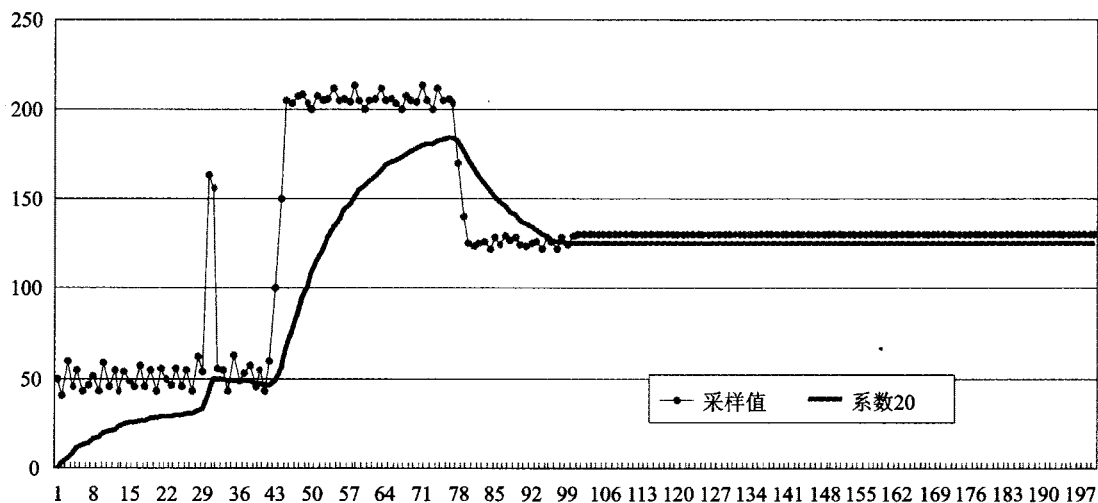
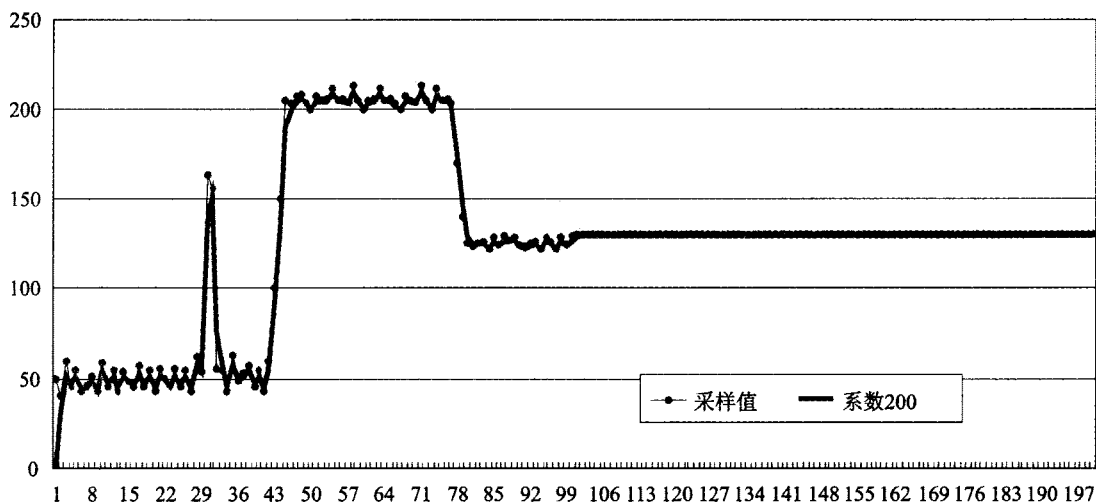

图 10.2 一阶滤波效果图 A
图 10.4 一阶滤波效果图 C
下面我们来看看计算机上的 Excel 软件模拟一阶滤波的效果。我们分别设置滤波系数为不同的数值,来看看滤波效果。注意:在图 10.2~图 10.4 所示的 3 张效果图中,细线(带数据点)代表采样数据,粗线代表滤波后的数据。
① 当滤波系数较小(等于 20)时(参见图 10.2:一阶滤波效果图 A),一阶滤波法可以滤除一些偶然的干扰,滤波结果非常平稳。但是灵敏度非常低,当输入数据发生真实的变化时,滤波结果要经过多次滤波才能逐渐跟上该变化。
③ 当滤波系数较大(等于 200)时(参见图 10.4: 一阶滤波效果图 C),滤波效果已经不明显了。
关于这个问题,我们再回过头来看看前面的例图(滤波系数=20)(图 10.2: 一阶滤波效果图 A)。仔细观察该图的后半部分数据,可以发现当采样数据最终稳定后,滤波结果和采样数据两个线条却无法重合。
其一,是将滤波系数改大些。当滤波系数 >128 时,可以消除这个问题。但是付出的代价就是降低了平稳度。实际上,如果滤波系数太大的话,滤波的意义也就丧失了(参见图 10.4: 一阶滤波效果图 C)。